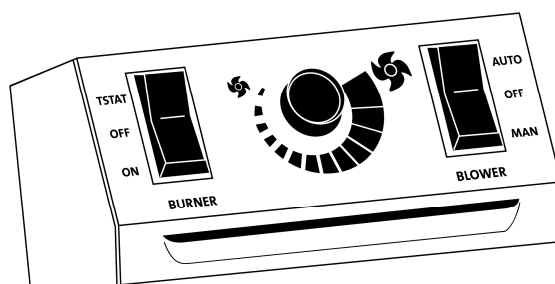

Figure 30. Commutateur du brûleur et contrôles du ventilateur optionnel.
1. Une fois la veilleuse allumée, le brûleur est contrôlé par le commutateur à bascule situé au coin gauche du panneau arrière. Voir fig. 30.